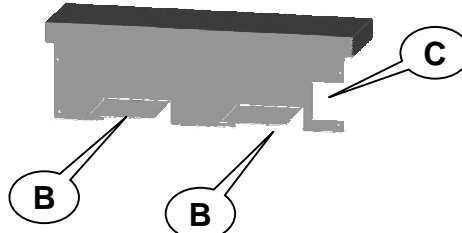

Abb. 3.5-5
- j) Das vorgestanzte Teil C siehe Abb. 3.5-5 entfernen und das Teil B siehe Abb. 3.5-8 zum Durchführen der Kabel herausbrechen.